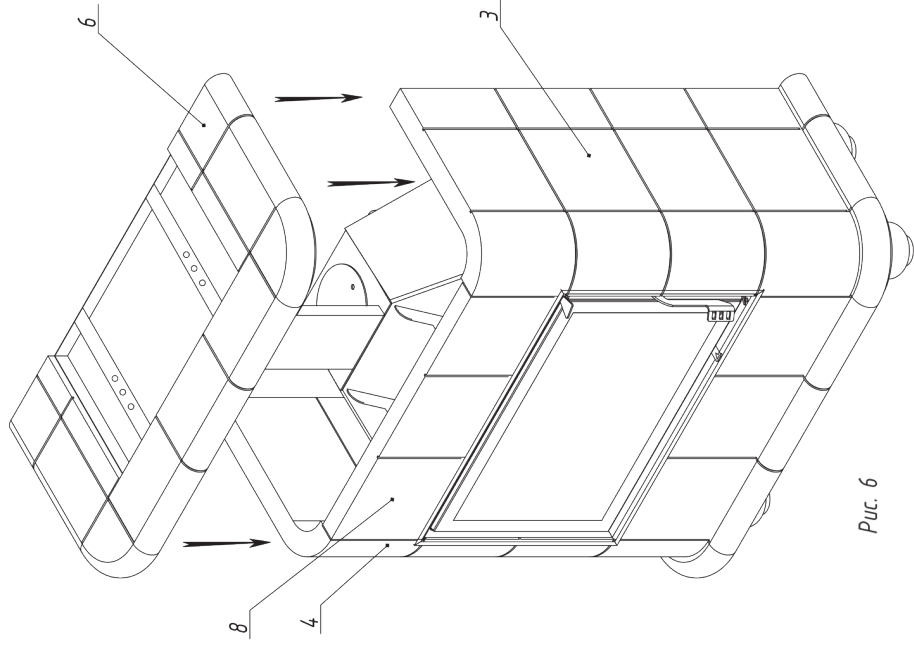

Рис. 6
7. Верхняя панель 5 крепится к кронштейнам 13 топочной камеры 2 и основанием 1 с помощью саморезов 12 (Рис. 6)
8. Верхняя панель 6 устанавливается на верхнюю вставку 8 и боковые панели 3,4 (Рис. 6)